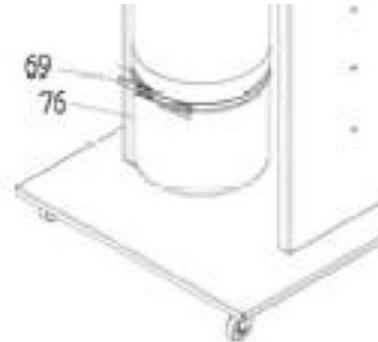

Abb. 14: Spänesack austauschen
Schritt 2: Schlauchklemme (Pos.69, Abb.14) lösen und Spänesack entnehmen.